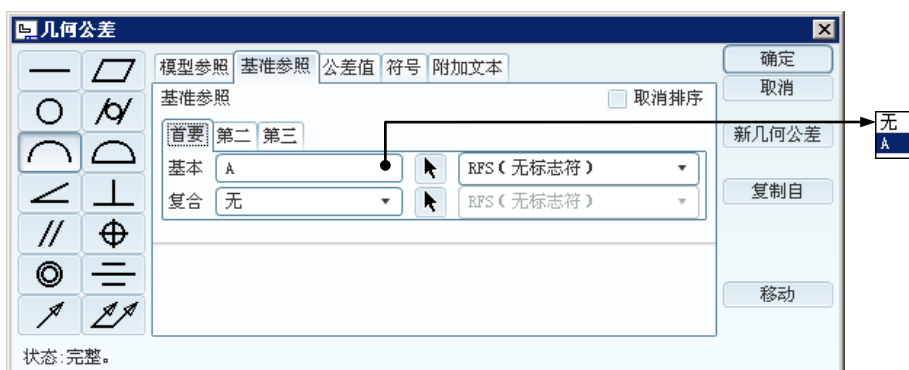

图 5.6.17 “基准参照”选项卡
Step6. 选取 **基准参照** 选项卡, 在 **首要** 子选项卡的 **基本** 下拉列表选取基准 **A**, 如图 5.6.17 所示。